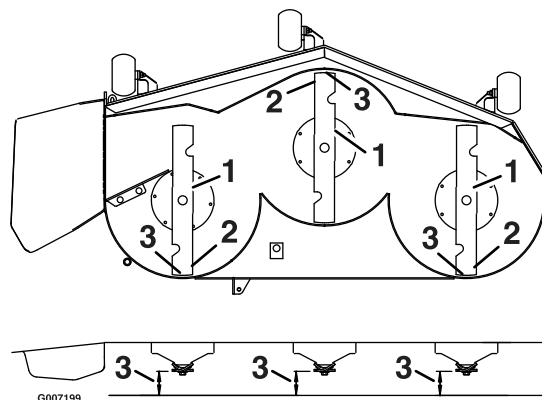

Bild 70
3. Drehen Sie die Messer vorsichtig, sodass sie in Längsrichtung zeigen (Bild 70).
4. Messen Sie zwischen der Messerspitze vorne und hinten und der ebenen Fläche (Bild 70). Wenn die vordere Messerspitze nicht 1,6 bis 7,9 mm niedriger als die hintere Messerspitze ist, machen Sie mit den Schritten zum Nivellieren des Mähwerks weiter.